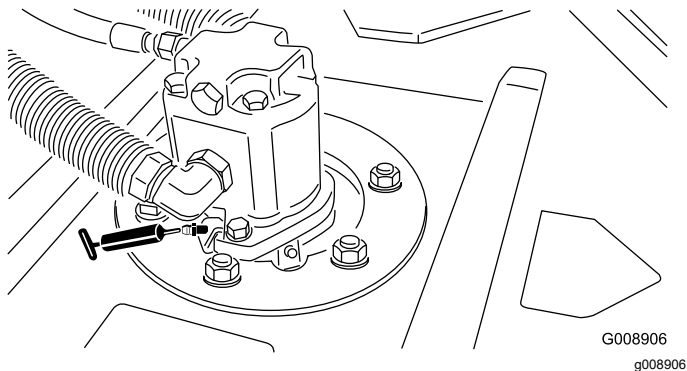

Figure 43
- Roulements d'axes de pivots de plateau de coupe (1 par plateau de coupe) (Figure 43)